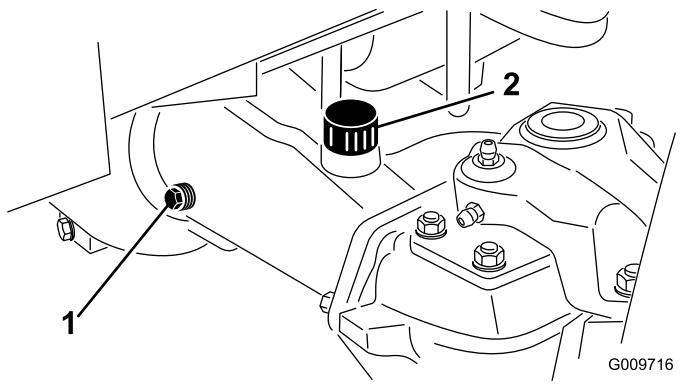

Figura 41
2. Retire un tapón de verificación de un extremo del eje (Figura 41) y asegúrese de que el lubricante llega al borde inferior del orificio. Si el nivel es bajo, retire el tapón de llenado (Figura 41) y añada suficiente lubricante para que el nivel llegue al borde inferior de los orificios de los tapones de verificación.